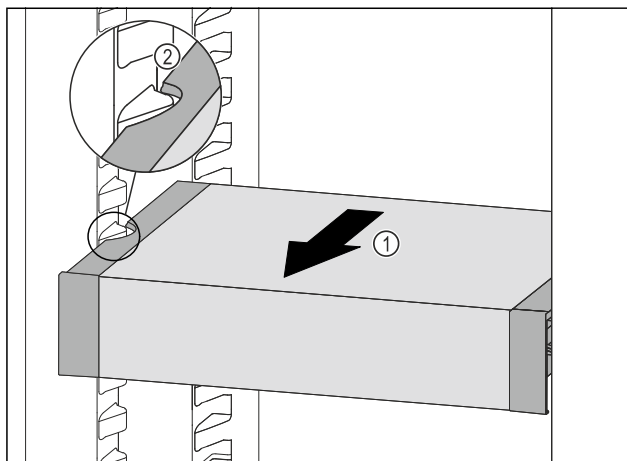

Fig. 105
- VarioSafe dras framåt Fig. 105 (1) tills sidofördjupningarna på VarioSafe är i samma nivå som behållarlisterna i kyldelen. Fig. 105 (2)